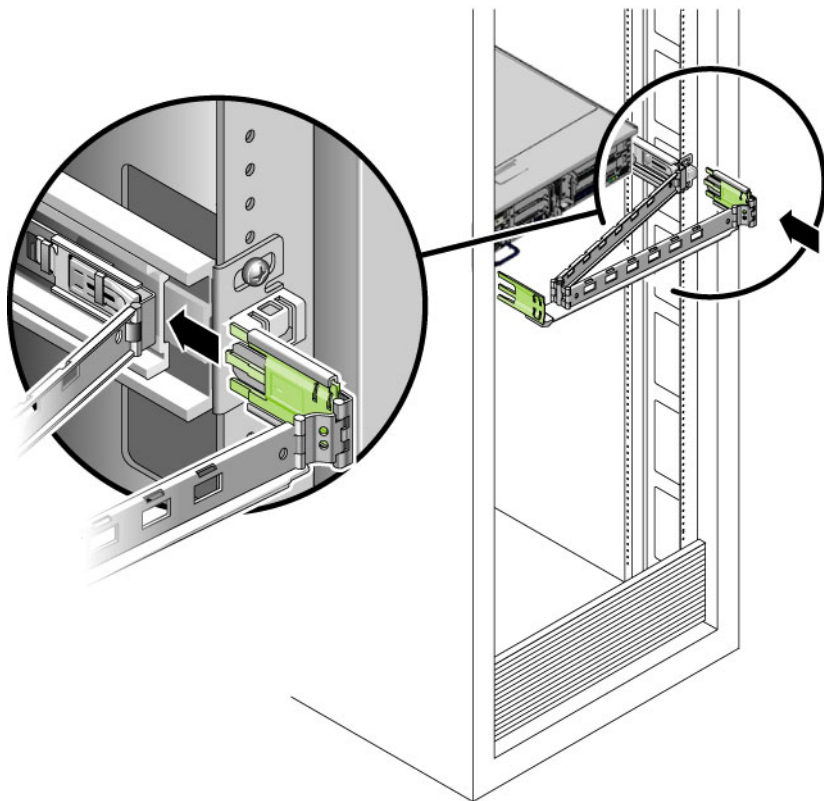

図 2-10 外部 CMA コネクタの取り付け
3. 大きい方の拡張部品を右のスライドレールの端に挿入します (図 2-10)。